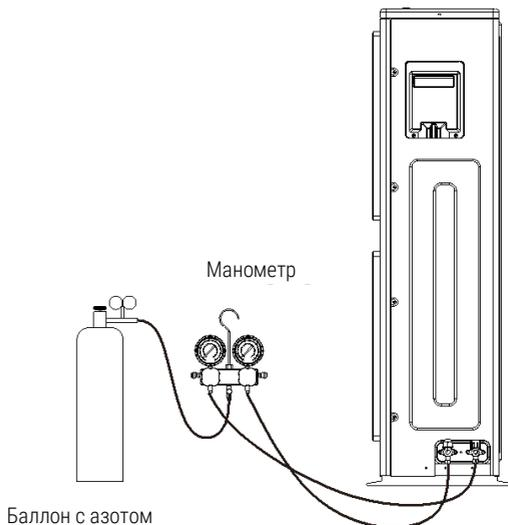

Рис. 3-10 Принципиальная схема процесса заполнения азотом и поддержания давления
5. Если будет установлено, что имеется утечка при сварке, своевременно найдите и устраните ее. Порядок работы приведен на рис. 3-10.